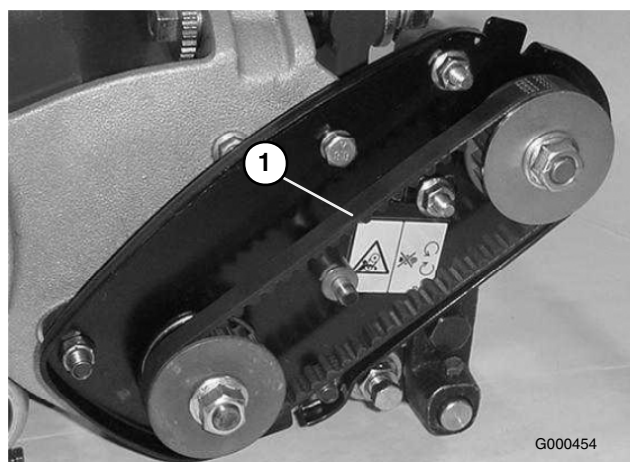

Figure 31
2. Contrôlez la tension de la courroie en exerçant une force de 4 ± 1 livres à mi-distance entre les poulies (Figure 31). La courroie doit présenter une flèche de 6 mm. Si ce n'est pas le cas, passez au point suivant.